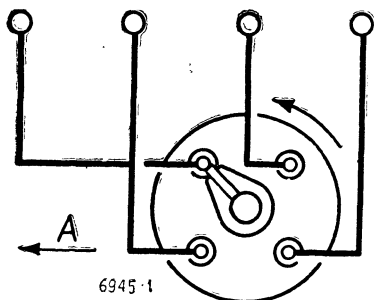

Рис. 51. Порядок присоединения проводов к свечам от датчика-распределителя зажигания:
8. Установите высоковольтные провода в крышку датчика-распределителя в соответствии с порядком 1—2—4—3 работы цилиндров (см. рис. 51).